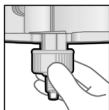

Fig. 4.1:
5. Se a ponta misturadora estiver corretamente posicionada (Fig. 3), empurre o anel de fixação até enconstar na ponta misturadora e gire-o para a direita (1/4 de volta) até estar seguramente travado (Fig. 4.1, 4.2, 5).